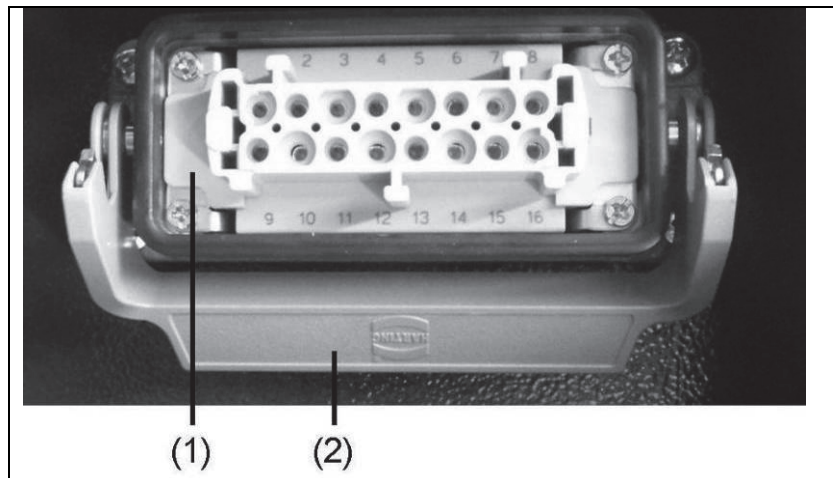

Fig. 56: Dispositivo de arranque remoto con conector Harting
1. Levantar la caperuza de la toma de arranque remoto si se la lleva, una vez desbloqueado el seguro (Fig. 56(2)).